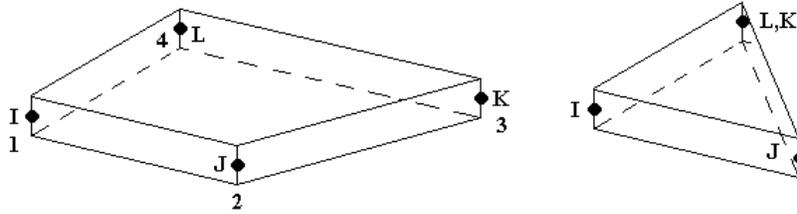

Рисунок 77. Формы элемента *Shell163*
3. *T1* - толщина оболочки в узле *I* (Рисунок 77).
4. T_2 - толщина оболочки в узле J (Рисунок 77).
5. T_3 - толщина оболочки в узле K (Рисунок 77).
6. T_4 - толщина оболочки в узле L (Рисунок 77).